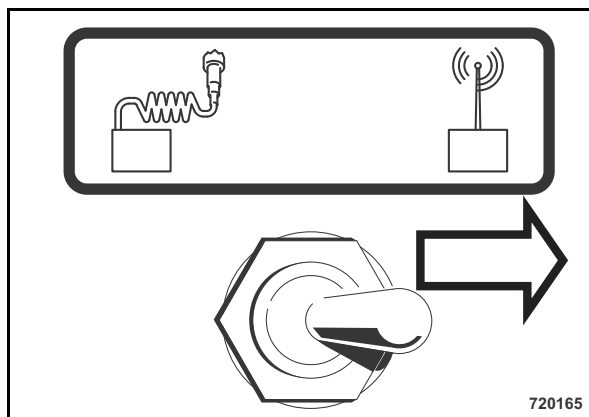

Рис. 30
- Если машина должна двигаться в режиме работы с радиуправлением, то перевести тумблер (Рис. 30) вправо.